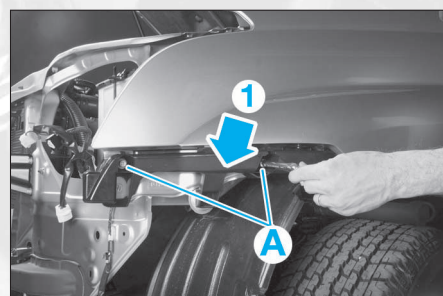

FIG. 16
- Déposer les vis de fixation (A) du support latéral d'aile AV (1) (Fig.16).